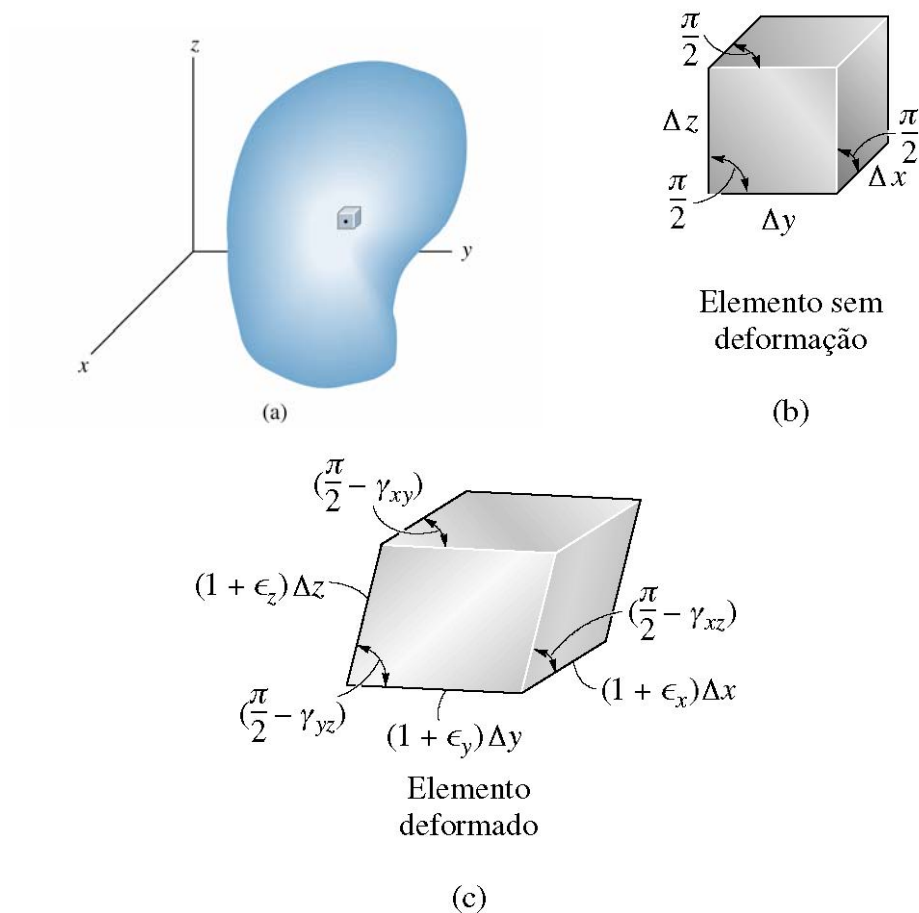

Figura 4 - Componentes cartesianos da deformação
- 1- Dimensões do elemento retangular muito pequena (Figura 4.b), seu formato deformado será um paralelepípedo (Figura 4.c)